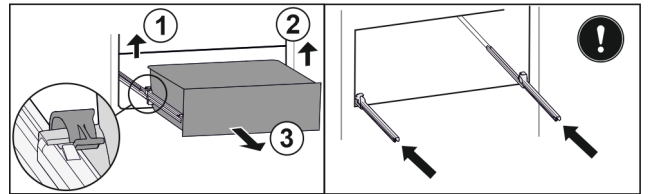

Fig. 161
- Sol mandalı kaldırın ve aynı zamanda sol çekmeceyi öne çekin. Fig. 161 (1)
- Sağ mandalı kaldırın ve aynı zamanda sağ çekmeceyi öne çekin. Fig. 161 (2)
- Çekmeceyi öne doğru çıkartın. Fig. 161 (3)